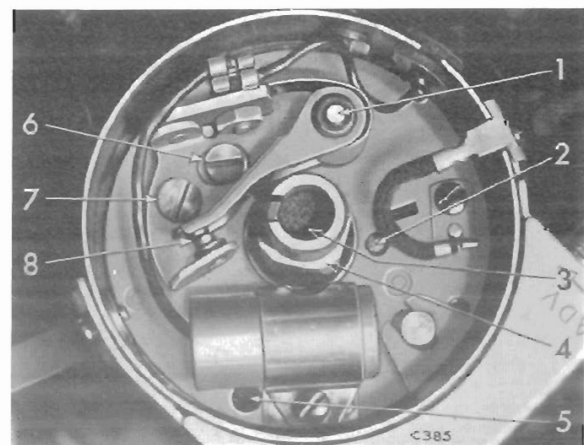

Fig. 13. Contact breaker points (Spitfire)
**Contact Breaker Points (Fig. 13)**